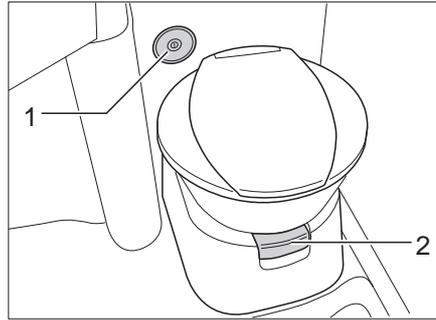
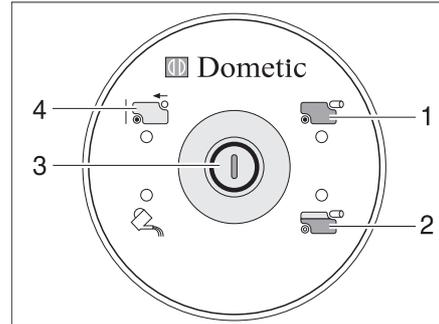

Bild 271 Toilettenschüssel mit Kontroll- und Bedieneinheit
Bild 272 Kontroll- und Bedieneinheit Toilette
Vor der Benutzung der Toilette etwas Wasser in die Toilettenschüssel laufen lassen. Dazu den Spülknopf (Bild 272,3) an der Kontroll- und Bedieneinheit (Bild 271,2) drücken.
- Vor dem Spülen den Schieber der Toilette öffnen. Dazu den Schieberhebel (Bild 271,1) herausziehen.
- Zum Spülen den Spülknopf (Bild 272,3) drücken.
Die Kontroll-Leuchte (Bild 272,2) leuchtet, wenn der Fäkalientank zu 3/4 gefüllt ist. Die Kontroll-Leuchte (Bild 272,1) leuchtet, wenn der Fäkalientank entleert werden muss.
- Den Schieber öffnen. Dazu den Schieberhebel (Bild 271,1) herausziehen.
- Den Schieberhebel (Bild 271,1) hineindrücken. Der Schieber wird geschlossen. Zum Entleeren **muss** an der Toilette der Schieber geschlossen sein.
- Fäkalientank entnehmen und entleeren, wie in den Abschnitten 11.8.4 und 11.8.5 beschrieben. An der Kontroll- und Bedieneinheit leuchtet die Anzeige "Fäkalientank entnommen" (Bild 272,4).